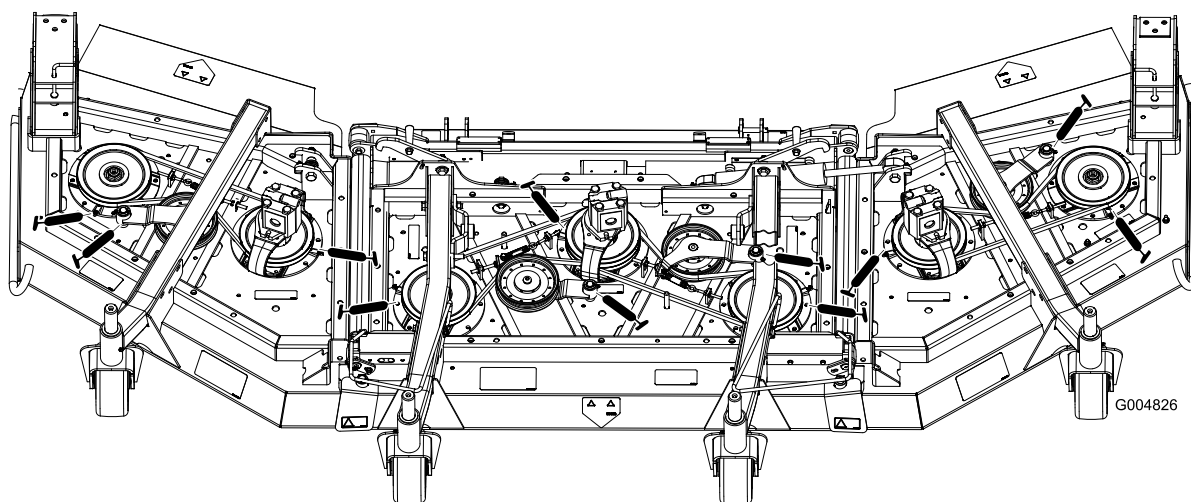

Figura 70
- Três rolamentos do eixo – localizados debaixo da polia (Figura 70)
- Casquilhos da articulação do braço intermédio (Figura 70)